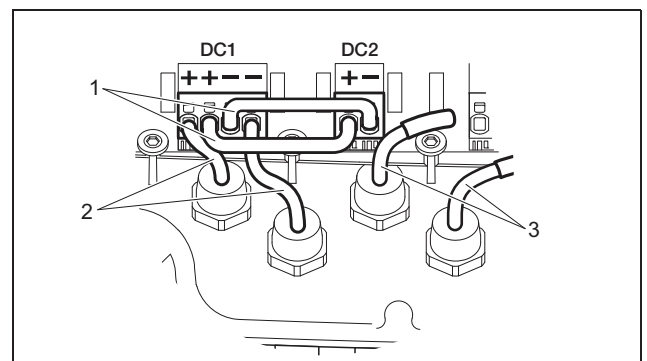

Abbildung 20: Eingang 1 und 2 parallel geschaltet (PIKO 3.6/4.2)
- PIKO 3.6/4.2/7.0/8.3/10.1: Falls vorgesehen, schalten Sie jetzt Eingang 1 und 2 **parallel**. Stecken Sie dazu die mitgelieferten Brücken wie gezeigt (Abbildung 20/21) in die Klemmen.